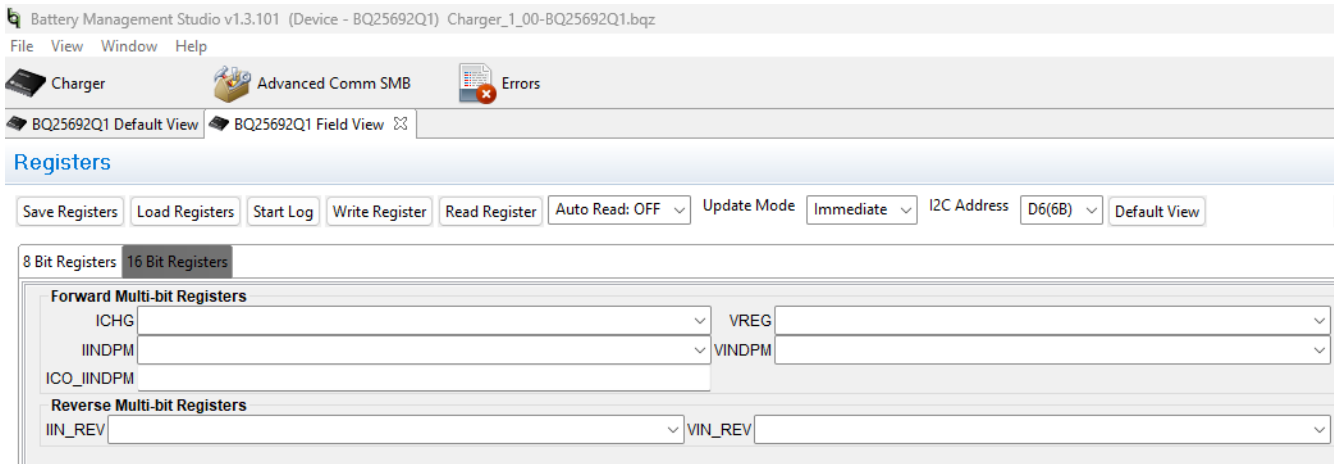

図 3-2. BQ25692-Q1 評価基板ソフトウェアの 8 ビットおよび 16 ビットレジスタタブのフィールドビュー
3. 表示されるウィンドウのリボンの右側で **Field View** を選択すると、BQ2569x 評価基板ソフトウェアのメイン ウィンドウが図 3-2 のように表示されます。
2. フィールドビュー (図 3-2 を参照) で、必要に応じて以下の変更を行います。